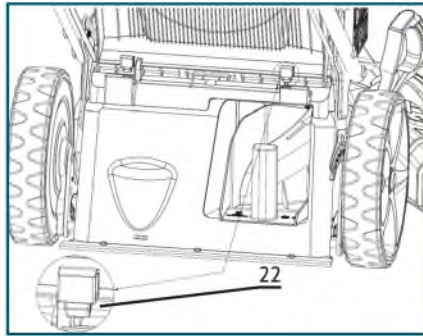

Рис.9
Заднюю крышку можно зафиксировать в приподнятом положении при помощи заглушек (22), как показано на Рис.9.